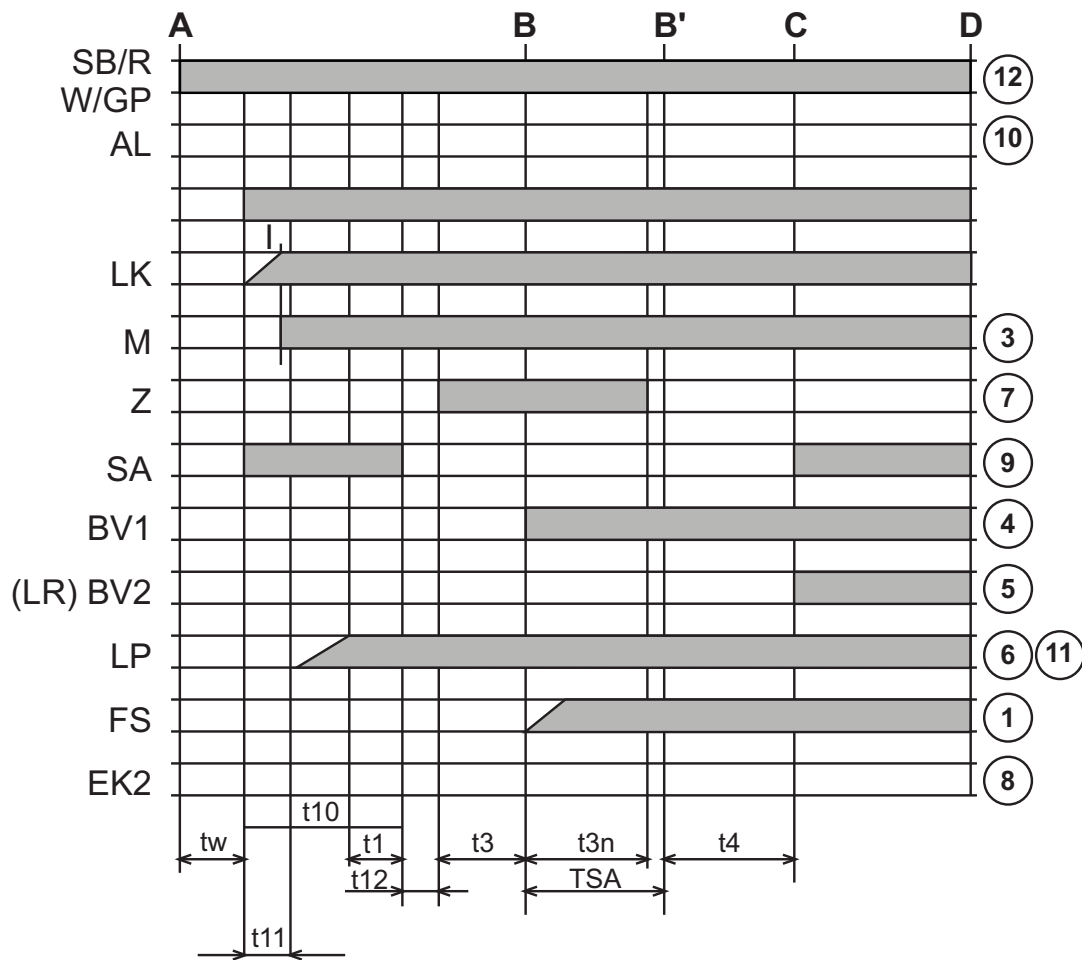

fig. 11
- Inizia il funzionamento secondo il diagramma di fig. 11.